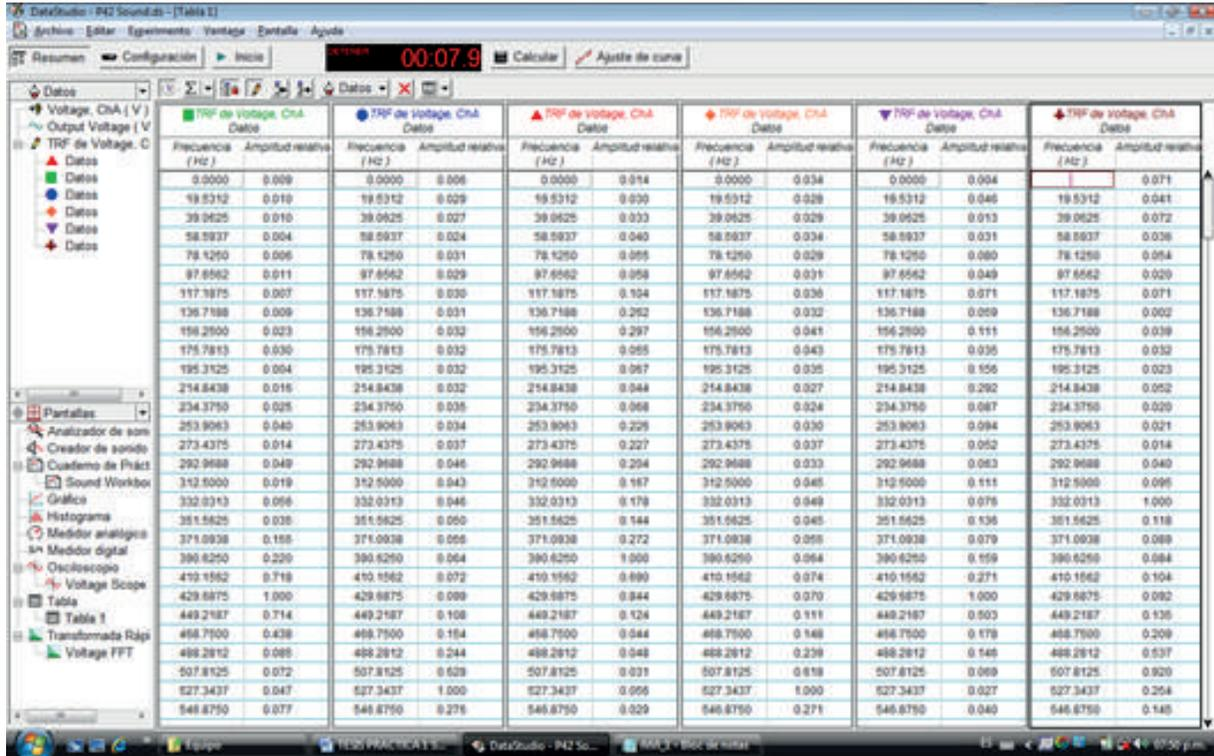

Figura 10.21. Transferencia de datos
m) Automáticamente se transfieren los datos obtenidos a la tabla (Figura 10.21).